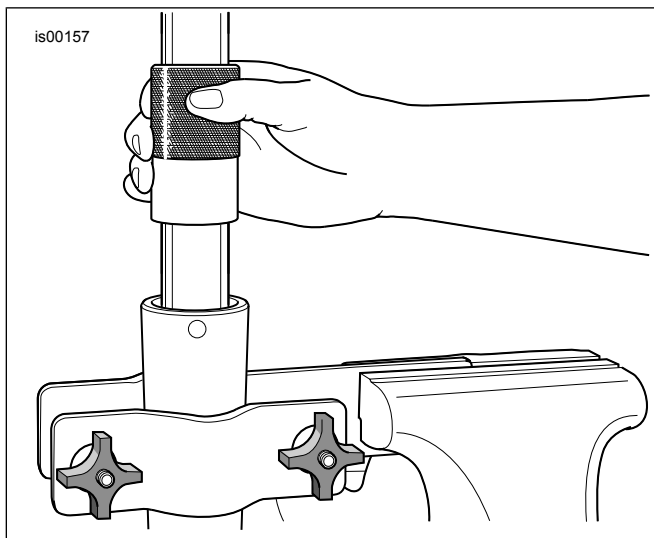

Figura 4. Montagem do retentor de óleo do garfo
1. Coloque a tampa contra poeira (13), vedação contra poeira (4), retentor de óleo (10) (com as letras para baixo), espaçador do retentor de óleo (15) (lado côncavo para cima) e a bucha inferior (9) sobre o tubo do conjunto do tubo do garfo (12) para instalação posterior.
2. Instale a bucha superior (7) na ranhura do conjunto do tubo do garfo (12). Expanda a bucha somente o suficiente para encaixar sobre o tubo.
3. Instale o conjunto do tubo do garfo (12) no tubo externo do garfo (5).
4. Veja a Figura 4. Instale a bucha, o espaçador e a vedação dentro do furo deslizante, batendo levemente para cima nos componentes com a FERRAMENTA DE BUCHA DE VEDAÇÃO DO GARFO (B-42571).
5. Instale o anel de retenção (3) interno na ranhura no fundo do tubo externo do garfo.
6. Instale a vedação contra poeira (4) e a tampa contra poeira (13).
7. Insira o conjunto do cartucho (1) no furo do tubo do garfo.
8. Instale o parafuso e a arruela (14) no fundo do conjunto do tubo do garfo (12). Movimento o tubo deslizante por todo o seu percurso dentro do deslizante diversas vezes para verificar o alinhamento correto dos componentes. Depois, aplique força para baixo no conjunto do cartucho e aperte o parafuso. Aperte o parafuso com torque de 15–25 N·m (12–18 ft-lbs).
9. Insira o espaçador de pressão (16) sobre o cartucho no furo do tubo do garfo.